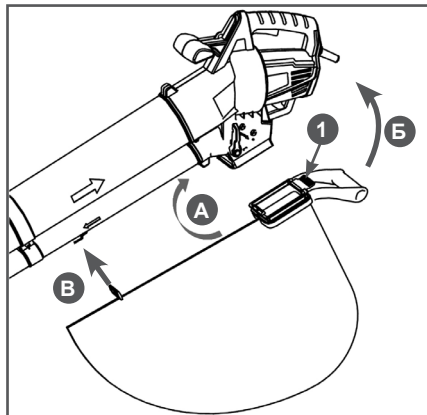

Рис. 6 Установка мусоросборника
6. Установите мусоросборник, как показано на Рис. 6:
- В) Зацепите переднюю петлю мусоросборника за крючок на верхней трубе (Рис. 6).